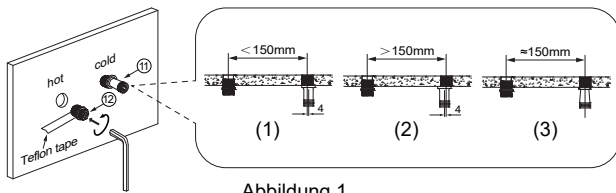

Abbildung 1
- Installieren und justieren Sie das gebogene Verbindungsstück (Abbildung 1). Wickeln Sie das Teflonband gegen den Uhrzeigersinn um das Gewinde des G1/2-Endes des gebogenen Anschlusses. Schließen Sie das gebogene Verbindungsstück an die Kaltwasserleitung an. Drehen und justieren Sie das gebogene Verbindungsstück, um sicherzustellen, dass der Abstand zwischen der Mitte der Warmwasserleitung und der Mitte des gebogenen Verbindungsstücks 150 mm beträgt.